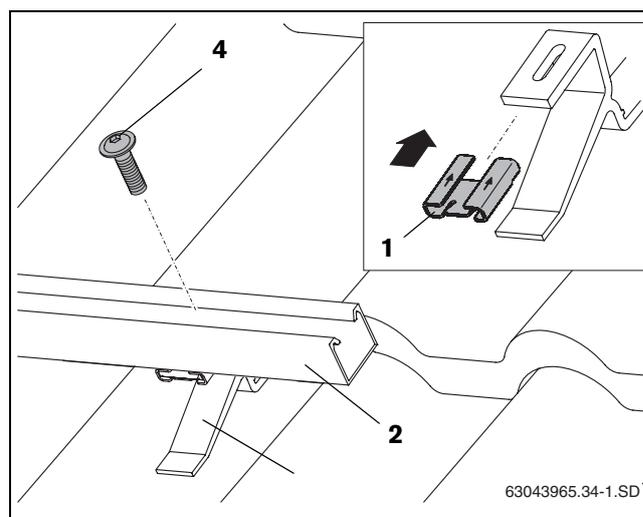

Fig. 28 Fissaggio delle guide profilate con i ganci da tetto
- ▶ Spingere il dado scorrevole (fig. 28, [1]) sul gancio da tetto nella direzione indicata dalla freccia.
- ▶ Disporre le guide profilate inferiori (fig. 28, [2]) sui ganci da tetto (fig. 28, [3]) e stringere la vite M8 (fig. 28, [4]) ma senza serrare, cosicché le guide profilate possano ancora essere allineate.